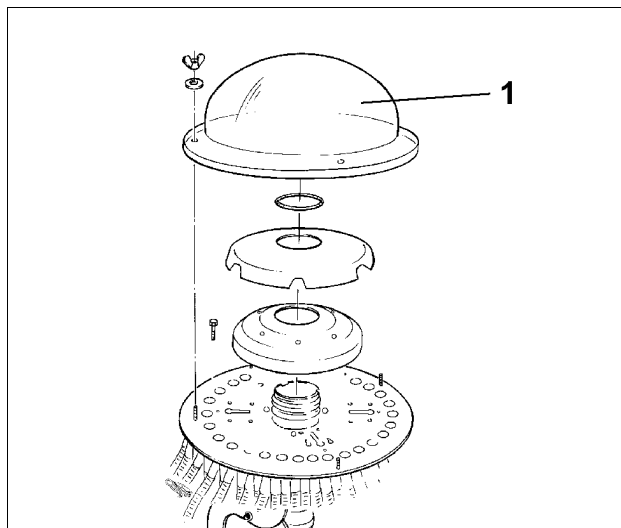

Fig. 94
- fordelehovedets dæksel (Fig. 94/1) fjernes.